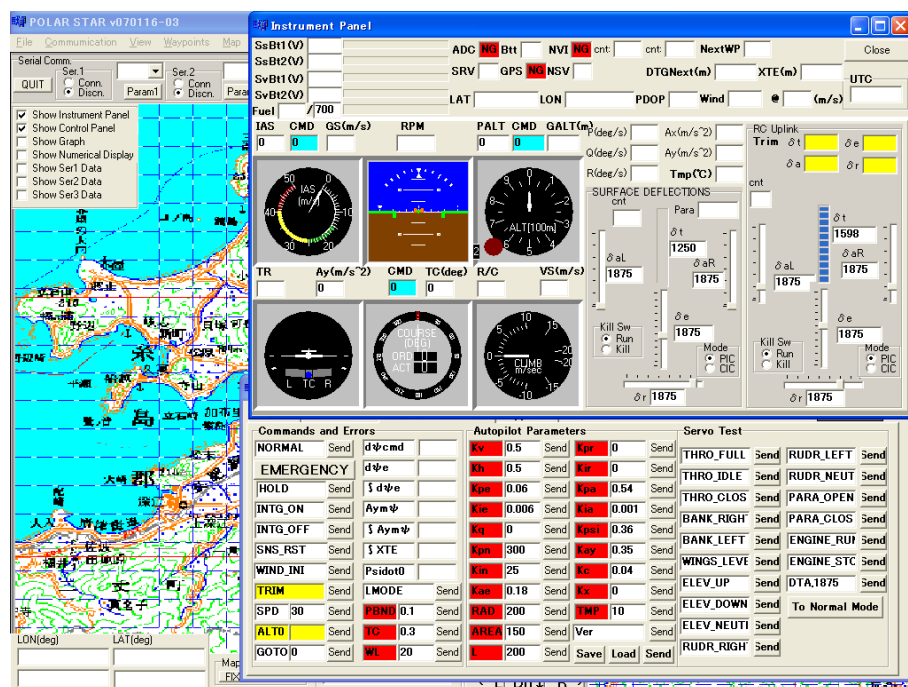

図 2.31: インストルメントパネルウィンドウ
17. PolarStar のメニューバーで「View」「Show Inst Panel」を選択し、インストールメントパネルウインドウ¹³を表示させます (図 2.31)。